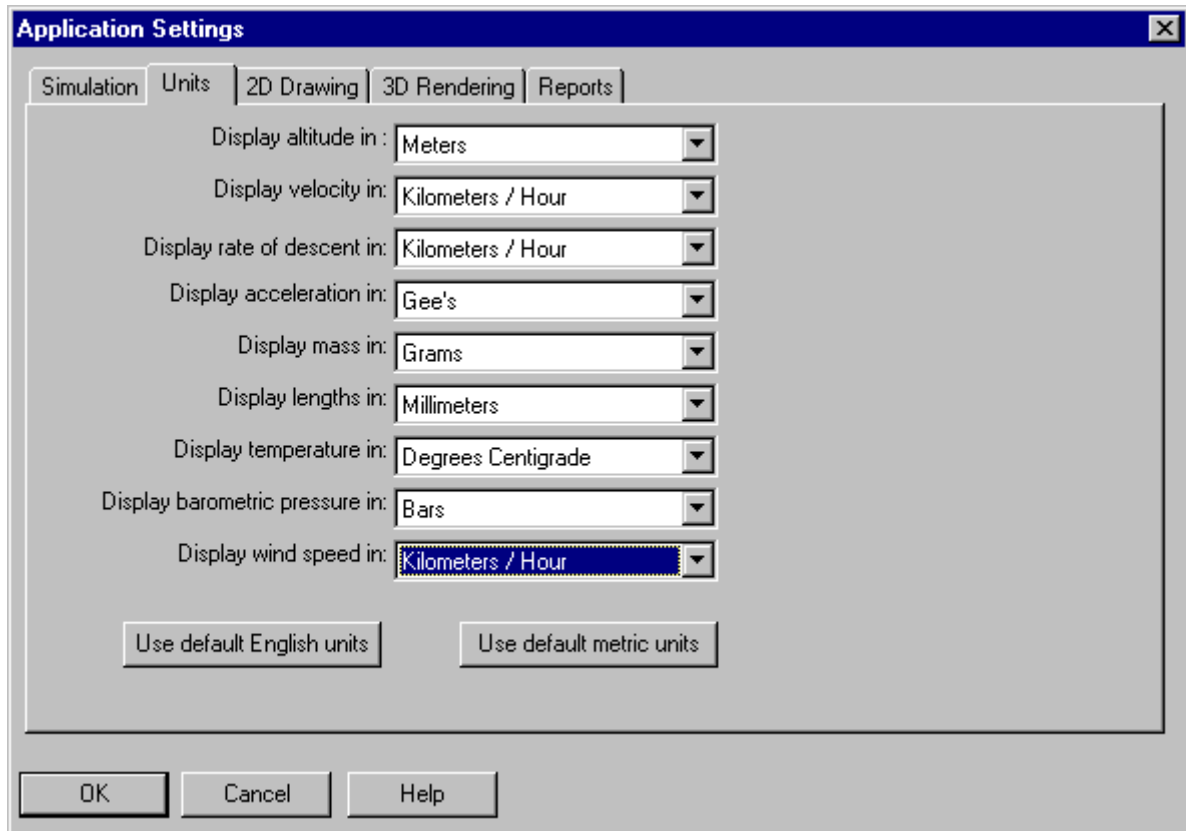

Figura 3. Definição das unidades das variáveis a serem empregadas no exemplo 1.
- (b) Configurar o item Units de acordo com a Figura 3;